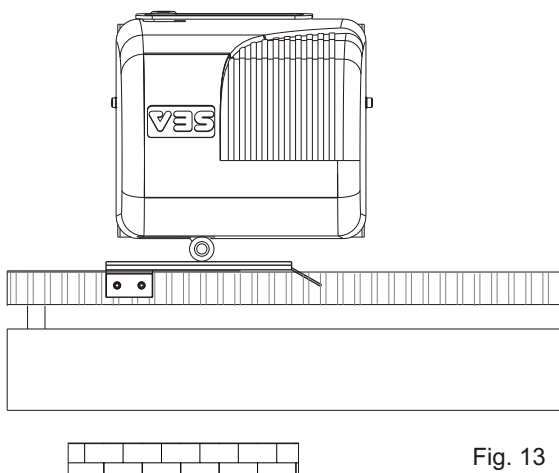
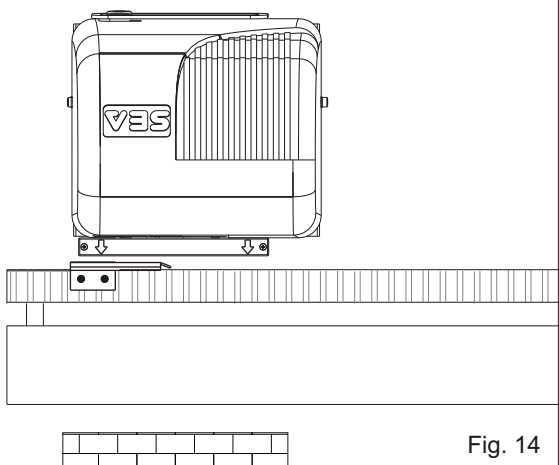
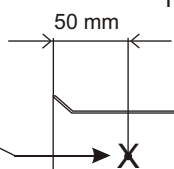
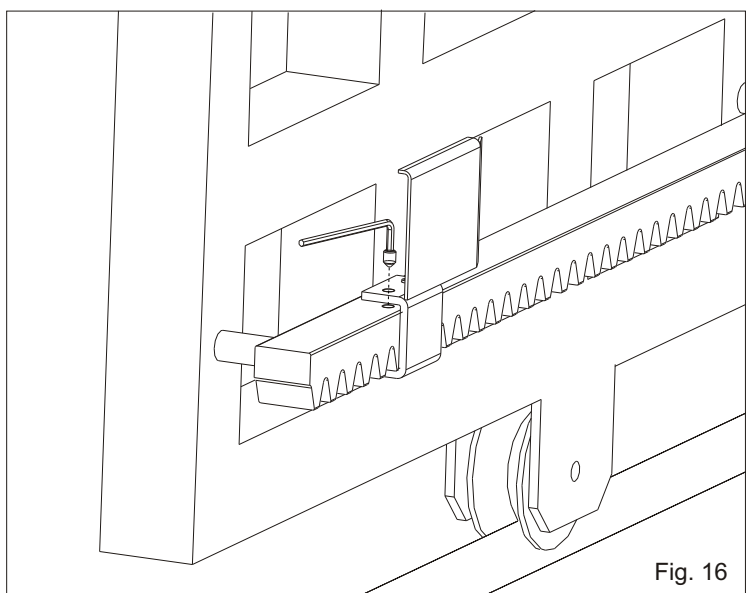

Fig. 13
Fig. 14
Fig. 15
Fig. 16
- Positionner la plaque sur la crémaillère de façon d'avoir le fin de course (doigt en cas de fin de course mécanique (Fig. 13); flèche d'identification positionnée sur le coté supérieur en cas de fin de course inductif (Fig. 14)) en correspondance du point X que se trouve à 50 mm du coté plié de la plaque (Fig. 15) et la fixer avec les vis en dotation (Fig. 16).
- Positionner la plaque sur la crémaillère de façon d'avoir le fin de course en correspondance du point X que se trouve à 50 mm du coté plié de la plaque (Fig. 15) et la fixer avec les vis en dotation (Fig. 16).